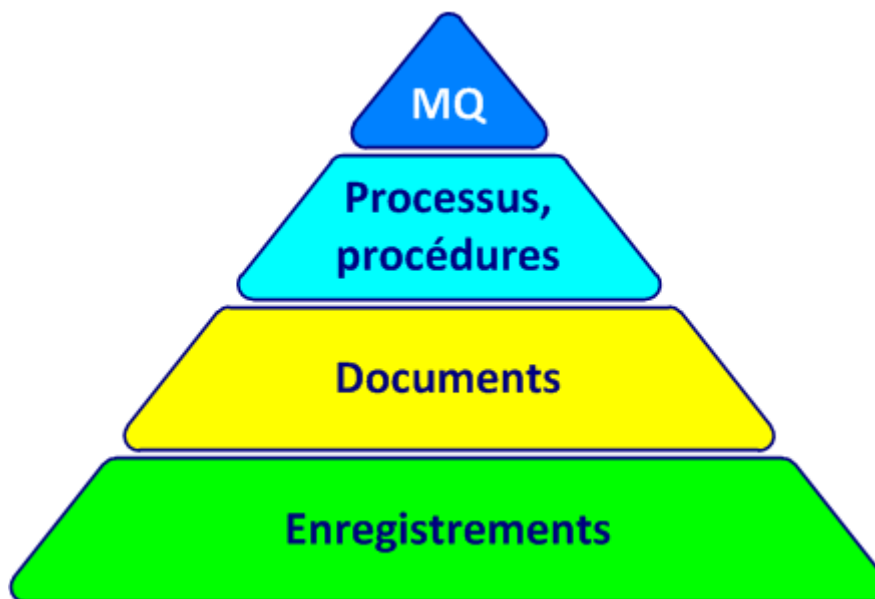

Figure 4-3. La pyramide documentaire
La documentation du SMQ (cf. figure 4-3) comprend la politique qualité, les objectifs qualité, le manuel qualité (MQ), les procédures, les fiches processus, les documents nécessaires